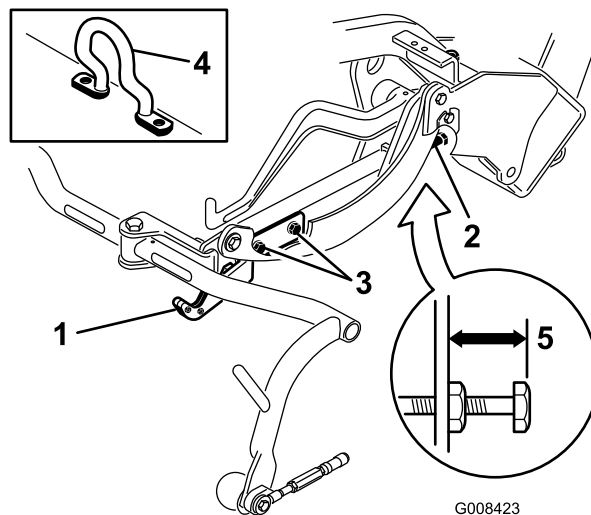
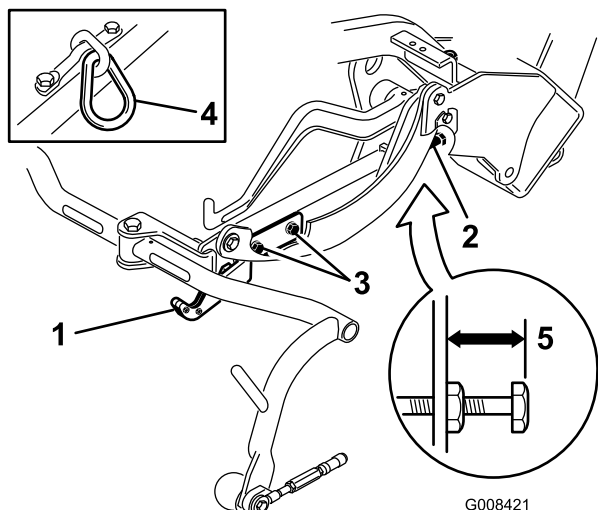
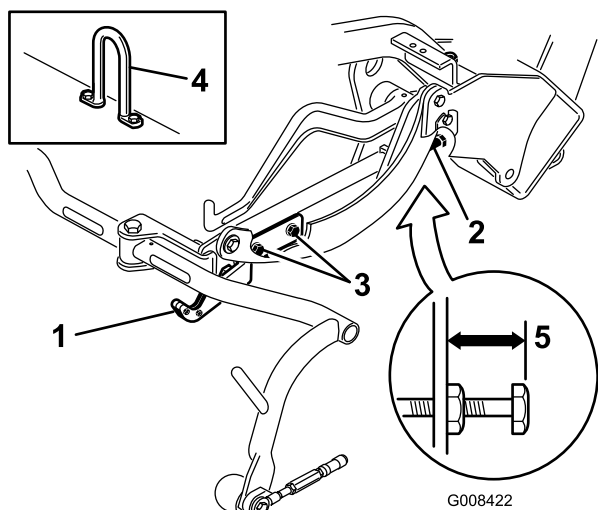

Figura 12
Figura 13
Figura 14
Compruebe la altura de transporte (Figura 13 y Figura 14) y ajústela, si es necesario.
- En unidades de corte equipadas con un gancho de elevación acodado (Figura 12, detalle) compruebe que la distancia entre la parte superior del tornillo de ajuste del bastidor de tiro y el borde trasero del bastidor de tiro es de 25 mm. Si la distancia no es de 25 mm, continúe con el paso 4.
- En unidades de corte equipadas con un gancho de elevación con eslabón de cadena o recto (Figura 13 y Figura 14, detalle) compruebe que la distancia entre la parte superior del tornillo de ajuste del bastidor de tiro
y el borde trasero del bastidor de tiro es de 22 mm. Si la distancia no es de 22 mm, continúe con el paso 4. Si la unidad de corte está equipada con un gancho de elevación acodado, (Figura 12), continúe con el paso siguiente.
- Afloje los tornillos de montaje de la pletina de transporte (Figura 13, Figura 14 y Figura 12).
- Si los bastidores de tiro no están a la misma altura, afloje la contratuerca del tornillo de ajuste del bastidor de tiro (Fig. Figura 12, Figura 13 y Figura 14). Gire el tornillo hacia fuera para elevar y hacia dentro para bajar. Apriete la contratuerca después de obtener la altura correcta.